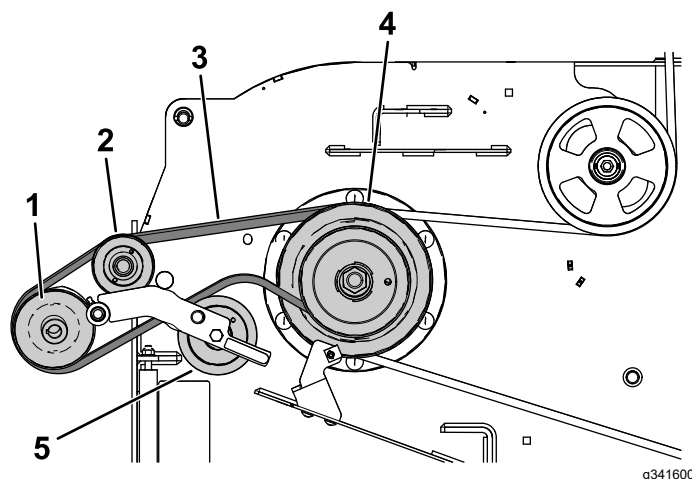

Figure 29
- Chaussez la courroie du ventilateur sur la poulie d'entraînement, comme montré à la Figure 29.